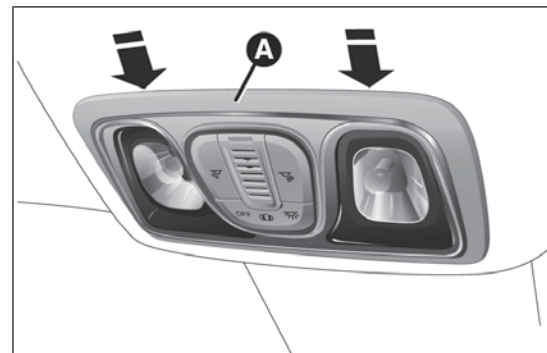

fig. 192
- ☐ extraer el plafón A fig. 192 interviniendo en los puntos indicados por las flechas;
- ☐ fijar el plafón A fig. 192 en su alojamiento asegurándose de que se bloquee correctamente.